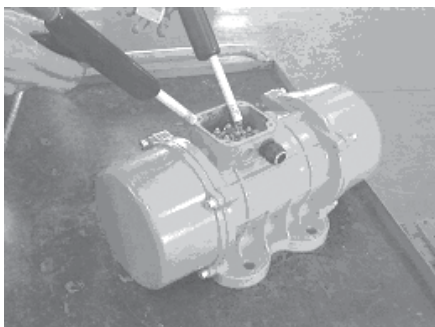

Fig. 1
- Also check the motor isolation, using a "Rigidity Test", at a voltage of approx. 2 kV for a maximum time of 5 seconds between phases and 10 seconds between phase and earth. (fig.1)
- Außerdem die Isolierung des Motors prüfen, indem man einen "Durchschlagfestigkeitstest" benutzt, und zwar bei der Spannung von ca. 2 kV für eine Zeit von nicht mehr als 5 Sekunden zwischen den Phasen und von 10 Sekunden zwischen Phase und Masse (Abb. 1).
- Contrôler aussi l'isolation du moteur, en utilisant un « Essai Rigidité », à la tension de 2 KV environ pendant une durée qui ne dépasse pas 5 secondes entre les phases et 10 secondes entre la phase et la masse. (fig.1)
- Controllare inoltre l'isolamento del motore, utilizzando un "Prova Rigidità", alla tensione di circa 2 KV per un tempo non superiore ai 5 secondi tra fase e fase e 10 secondi tra fase e massa. (fig.1)